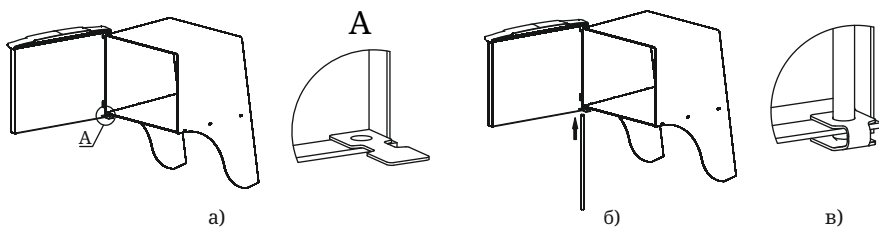

Рисунок 7. Установка дверцы при монтаже печи
2. Установите дверцу на втулки топливного канала, совместив отверстия (рисунок 7.а);
3. Совместите отверстие упора с нижним отверстием каркаса, при этом упор должен располагаться внутри каркаса (рисунок 7.а);
3. Вставьте ось через отверстия снизу вверх (рисунок 7.б);
4. Подогните упор, фиксируя конец оси между площадками упора (рисунок 7.в).